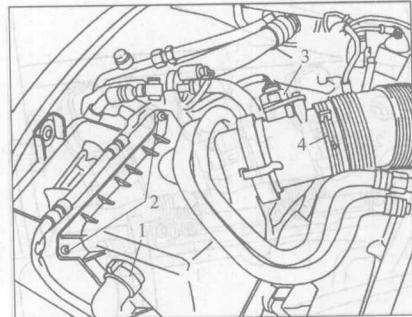

图 1-20 清洁空气滤清器壳和更换
- 1) 断开五个插头连接 4, 并且移去电缆箍 5, 如图 1-20 所示。
2) 拆下吸气软管 4, 并拔下插头 3 (如图 1-20 所示)。